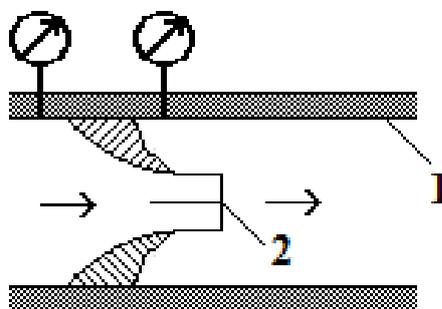

Рис. 30. Расходомерное сопло:
- расходомерные сопла (рис. 30)